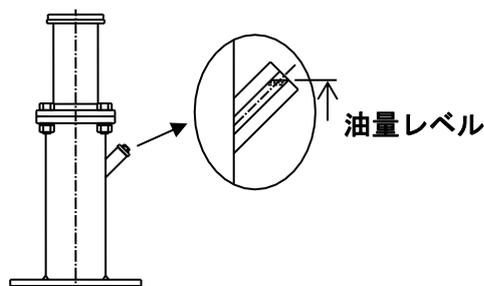

図 10-19 油入緩衝器の油量
② 注意事項
(2) 緩衝器の点検
① 保守・点検箇所・判定基準
- ・油入緩衝器の場合、油漏れ等の発生がなく、作動油の油量は図10-19の通りであること。